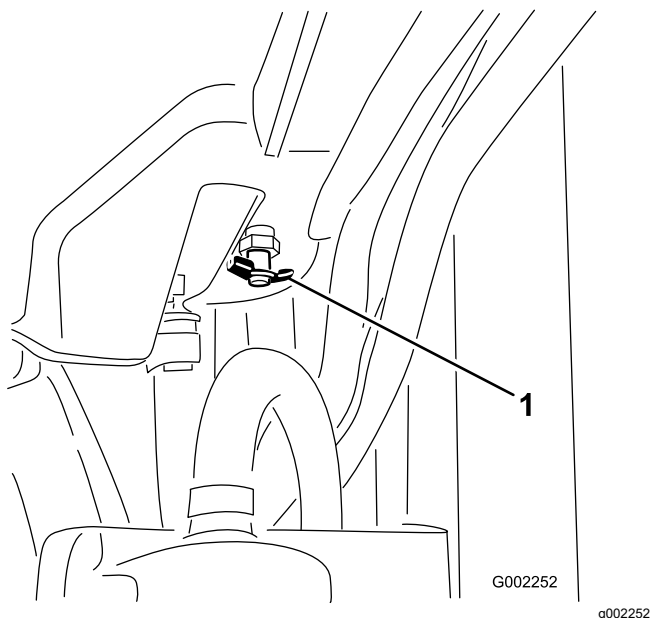

図 101
4. ドレンバルブを開いて冷却液を排出する 図 101。
5. ドレンバルブを閉じる 図 101。